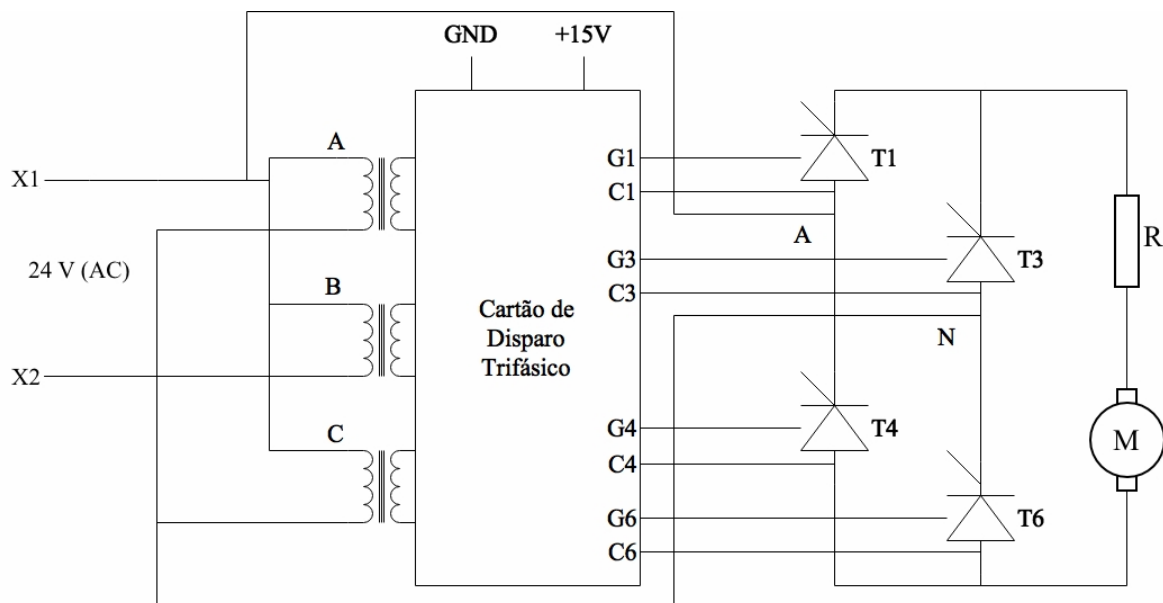

Fig. 2. Retificador monofásico controlado de onda completa utilizado para acionar motor DC.
- b) Monte o circuito do retificador monofásico controlado (Fig. 2), conectando a tensão no secundário do transformador à entrada do conversor. Não se esqueça de alimentar o cartão de disparo com a tensão de 15 V;